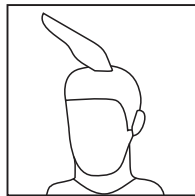

Figura 6
•Usando os pentes de 9-12mm, cortar os cabelos do alto da cabeça de trás para frente na direção contrária ao crescimento dos cabelos (Figura 6).
•Cortar por cima do pente com os cabelos levantados ou segurar os cabelos entre os dedos para levantá-los e cortá-los no comprimento desejado (Figura 6 e 7).